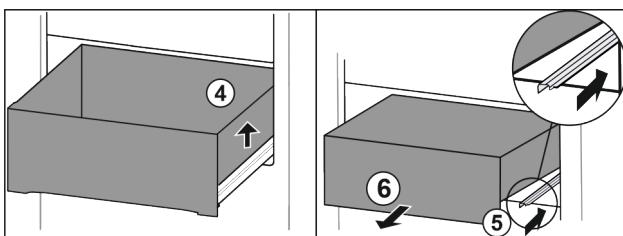

Fig. 32
- ▶ Podignite ladicu desno. Fig. 32 (4)
- ▶ Gurnite desnu vodilicu. Fig. 32 (5)
- ▶ Izvadite ladicu prema naprijed. Fig. 32 (6)